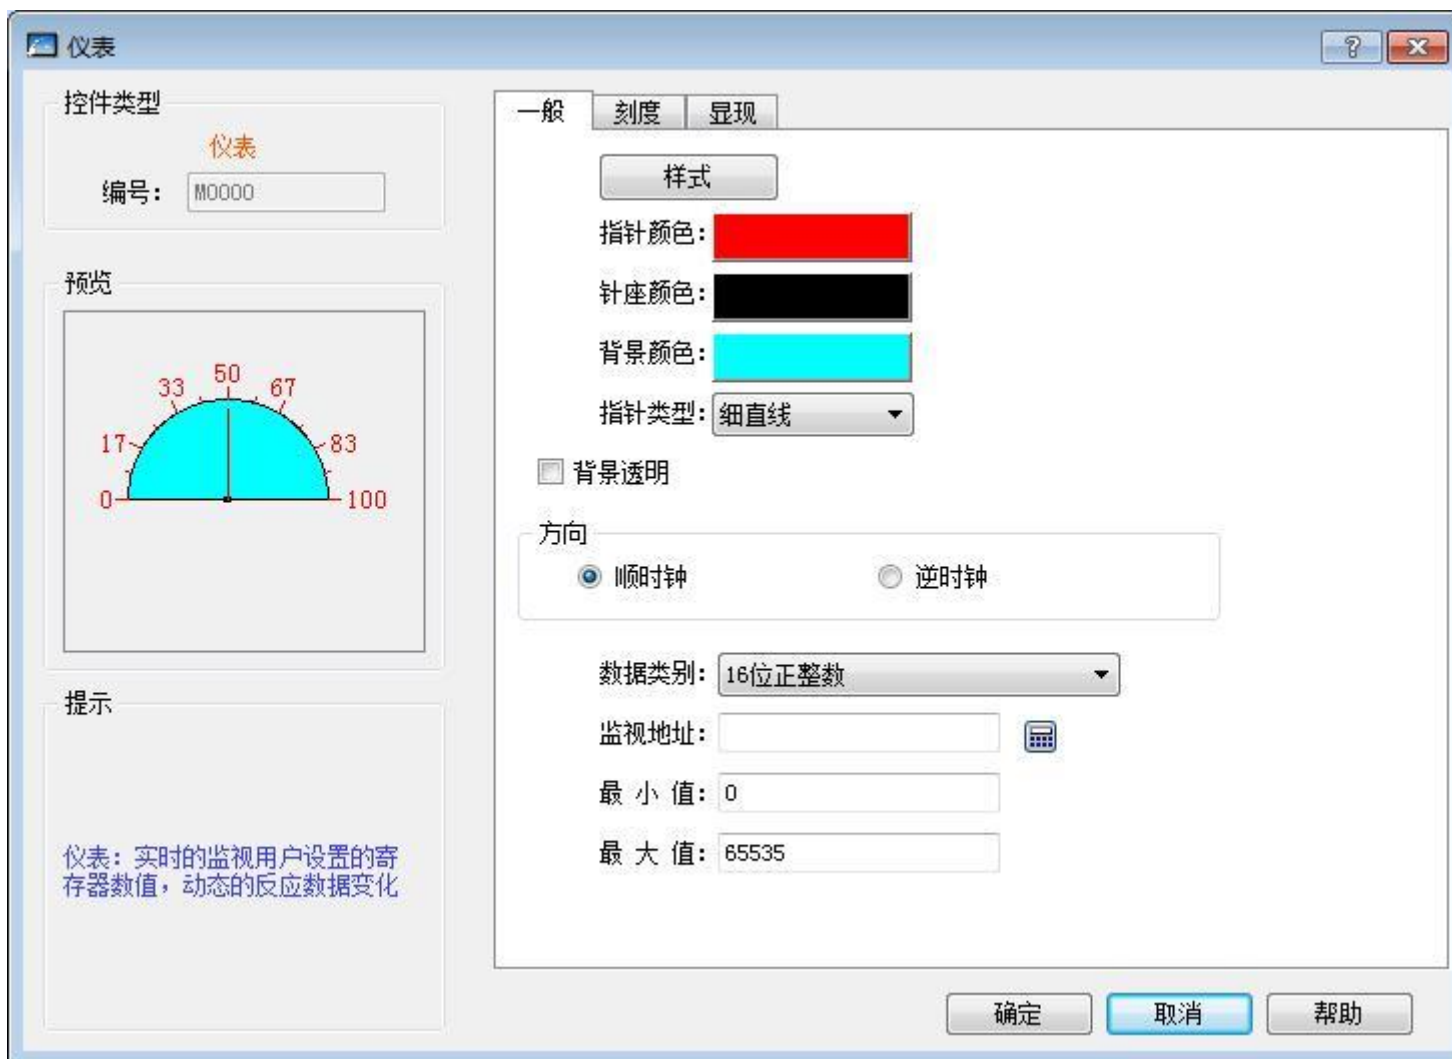

图 4-62 仪表对话框
- 1.选择工具栏中的仪表控件图标；弹出如图 4-62 所示对话框：